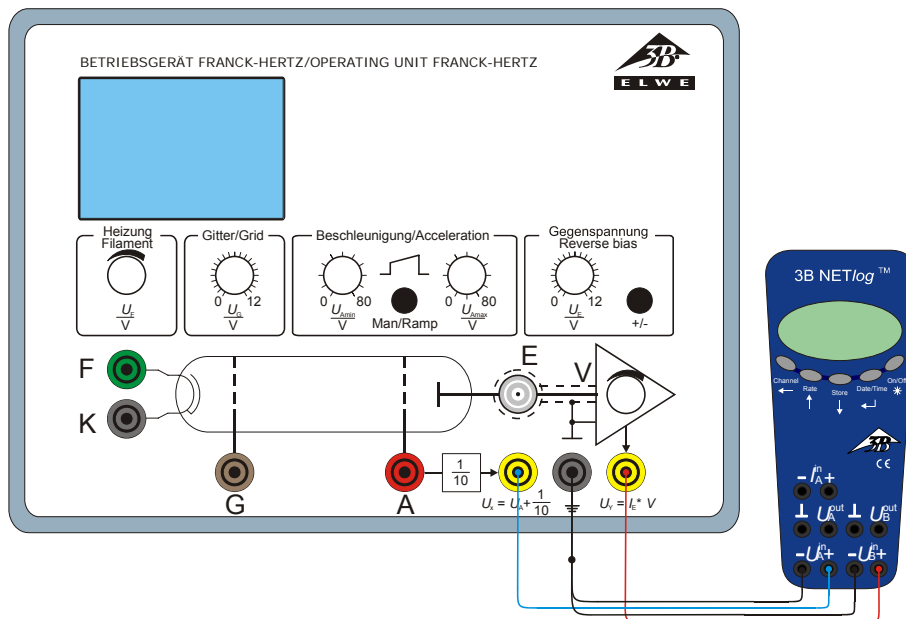

Fig. 6 Conexión del 3B NET/log™ en el aparato de operación para el experimento de Franck-Hertz
- Se conecta el 3B NET/log™ al aparato de operación para el experimento de Franck-Hertz (ver Fig. 6). Para ello, la salida Ux del aparato de operación para el experimento de Franck-Hertz se conecta en la entrada A y la salida Uy en la entrada B del 3B NET/log™.